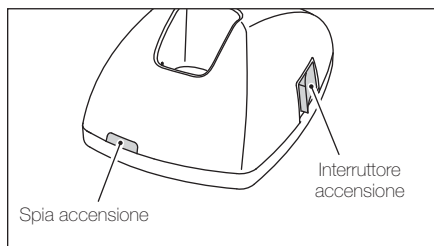

Fig. 2
3. Accendere l'apparecchio premendo l'apposito interruttore ubicato sul carica batterie. Verificare quindi l'accensione della spia di alimentazione (Fig. 2).